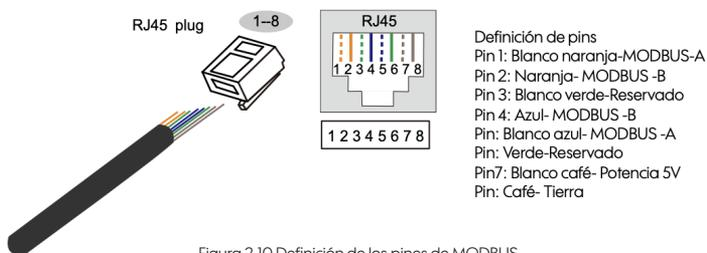

Figura 2-10 Definición de los pines de MODBUS
1. El puerto MODBUS se utiliza para la comunicación del puerto serie MODBUS, que es para comunicarse con el ordenador superior. El puerto MODBUS adopta un conector RJ45. La definición de los pines se muestra en la Figura 2-10.